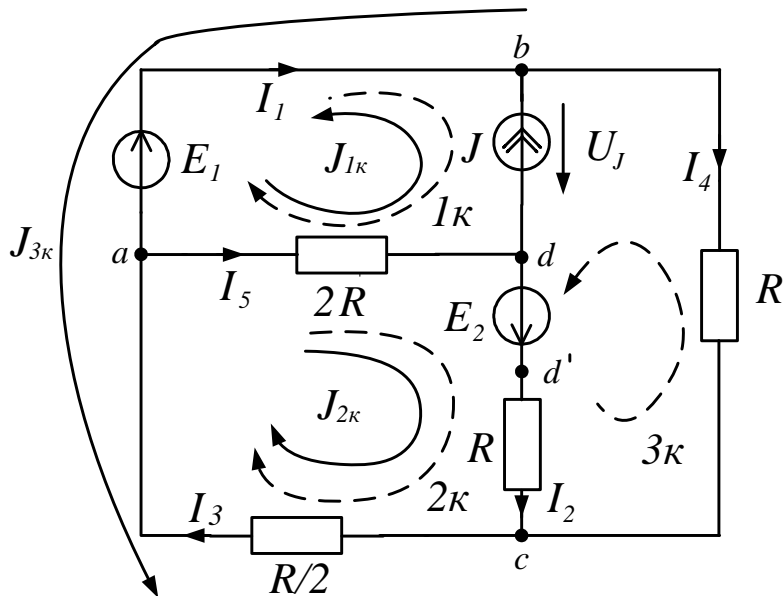

Рис.6. Расчетная схема
1. Выбираем положительные направления токов. В ветвях, содержащих ЭДС – по направлению ЭДС, в остальных ветвях – произвольно. Расчетная схема электрической цепи с указанными направлениями токов в ветвях и напряжением на источнике тока приведена на рис.6.
Выбираем независимые контуры. В рассматриваемой схеме их три (рис.6). При этом, поскольку ветвь **bd** содержит идеальный источник тока, эта ветвь может входить только в один контур. Ток этого контура равен току источника: $J_{2k} = J = 2 \text{ A}$.
Построим потенциальную диаграмму для контура *add'c* (рис.6), не содержащего источника тока.